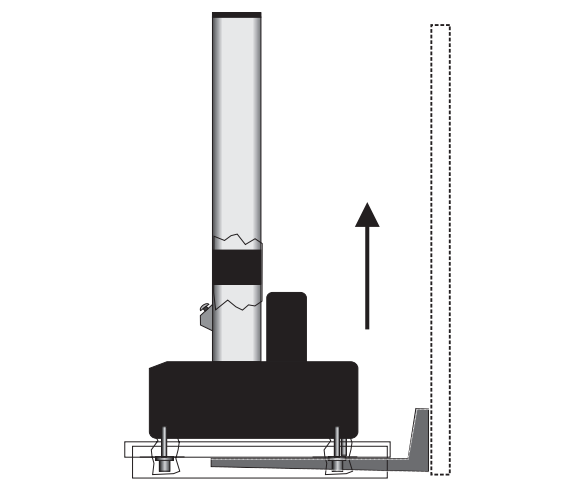

Figure 12. Levage du bâti au moyen de la palette d'expédition
2. Insérez avec précaution la fourche sous la palette d'expédition comme indiqué à la Figure 12 à la page 65.